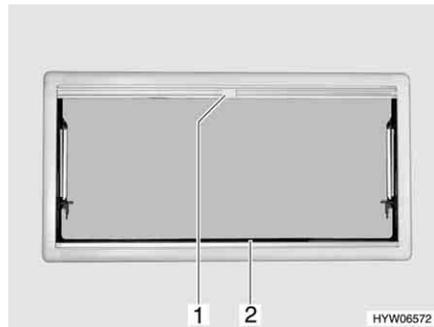

Fig. 57 Finestra apribile
- Afferrare la tendina oscurante pieghevole (Fig. 57,2) per la parte centrale della barra di presa, tirarla dal basso verso l'alto e rilasciarla nella posizione desiderata. La tendina oscurante pieghevole rimane in questa posizione.
- Tirare la zanzariera a rullo per la maniglia (Fig. 57,1) verso il basso fino a quando non si trova in contatto con la tendina oscurante pieghevole (Fig. 57,2).
- Premere la maniglia (Fig. 57,1) della zanzariera a rullo.